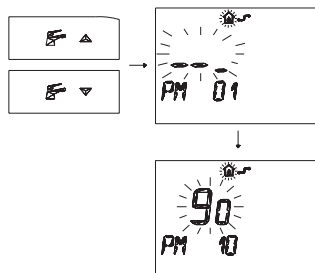

Figura 5.64 Remoto.
- 3 Premere i pulsanti **PM 10** o **PM 10** per visualizzare la programmazione "**PM 10**" selezione della *frequenza di accensione* (**Figura 5.64**)
Nella **Figura 5.64** si visualizza un **SET** programmato di **90** corrispondente ad un tempo di riaccensione di 3 minuti circa.